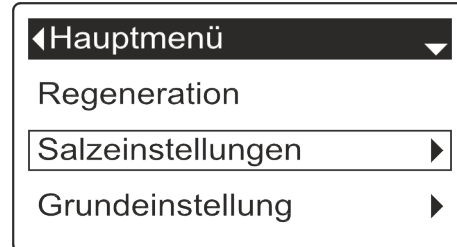

Abb. 17: Hauptmenü
2. ➤ betätigen, bis das Menü „Salzeinstellungen“ ausgewählt ist (Abb. 17).